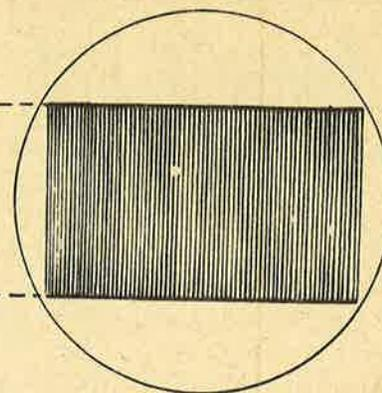

Fig. 3
Le circuit oscillant est formé par la bobine totale, brancher en parallèle avec la capacité de 100 pF. La sortie se fait sur le collecteur du transistor. La masse est reliée à la sortie (4) de la bobine. Observez sur l'oscilloscope l'oscillogramme pris au collecteur : on a une sinusoïde, à condition de se placer sur une gamme de balayage rapide 25 KHz (Fig.2). Si l'on se place sur la même gamme que pour l'oscillateur BF, on voit une tâche colorée comprise entre deux droites horizontales ; les déplacements verticaux du spot sont trop proches pour être distingués. (Fig.3).